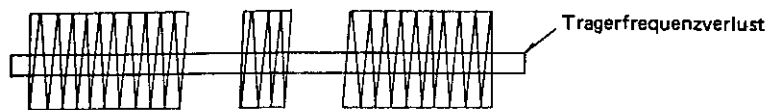

Abb. 3-14
3. Mit VR6A2 (CARRIER LEAK) am in Abb. 3-14 gezeigten Punkt min. Amplitude einstellen.